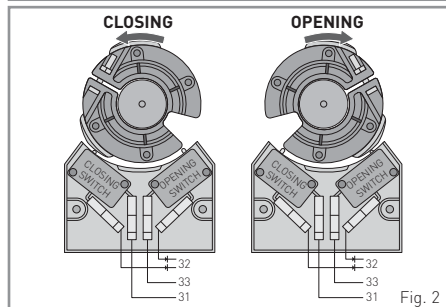
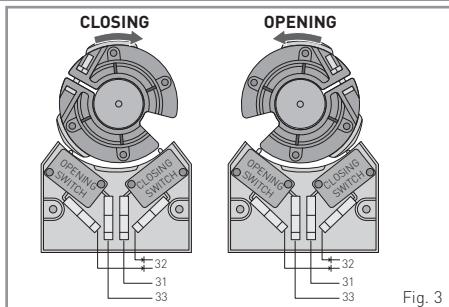

Fig. 2
Fig. 3
- Conectar los finales de carrera de acuerdo con lo indicado en la fig. 2 (si el motor abre girando en sentido horario) o bien en la fig. 3 (si el motor abre en sentido antihorario).